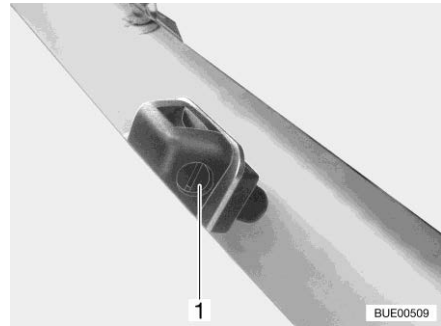

Bild 51 Spolarmunstycken (variant 2)
- Vrid ställskruven (Bild 51,1) med en lämplig skruvmejsel tills önskat läge nås.